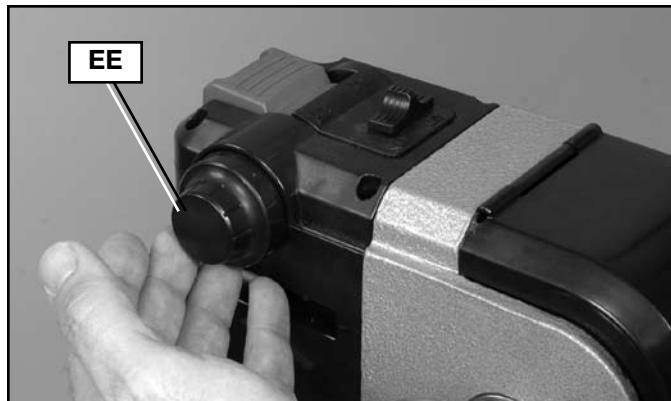

Fig. 20
Una vez que elija un rango de velocidades (tal como se describe arriba en la sección **CAMBIO DE POLEAS**), utilice la perilla de control de velocidad (EE) Fig. 20 para variar la velocidad dentro de ese rango. Si se ubica frente al torno, gire la perilla hacia adelante (hacia usted) para aumentar la velocidad, y hacia atrás (o alejándose de usted) para reducir la velocidad.